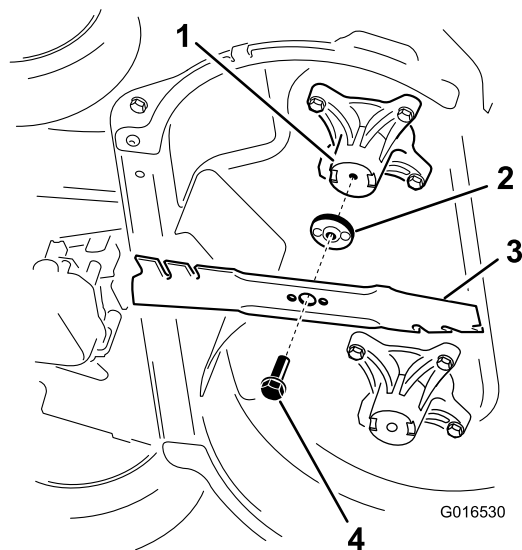

Figure 37
2. Déposez chaque lame comme montré à la Figure 37.
1. Montez la première lame de sorte qu'elle soit horizontale, et reposez toutes les fixations, comme montré à la Figure 37.